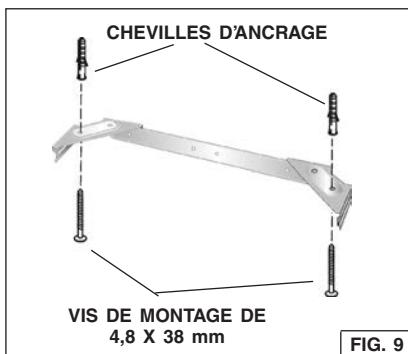

FIG. 9
3. Fixez la bride au plafond à l'aide de (2) vis de montage de 4,8 x 38 mm et des chevilles d'ancrage pour cloisons sèches. Fig. 9. Assurez-vous que la bride est bien appuyée dans l'angle du mur et contre le mur, et bien centrée au-dessus de la hotte.